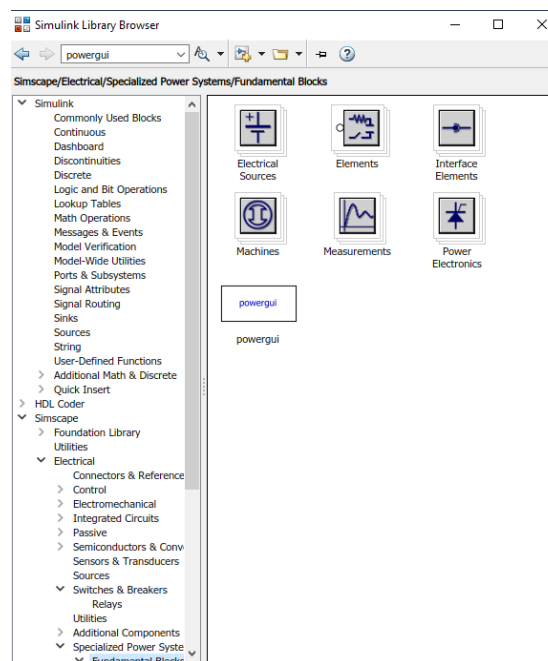

Figura 4. Simulink Library Browser
2. **Buscar un bloque:** Abrir la librería de bloques “Simulink Library Browser” (Figura 4) con la opción “Library Browser” en el panel. Si se desea un bloque en concreto cuyo nombre se conoce introducirlo en el buscador. Si hay más de un bloque que pueda corresponder a ese nombre, irán apareciendo a medida que se pulse la tecla enter (retorno).